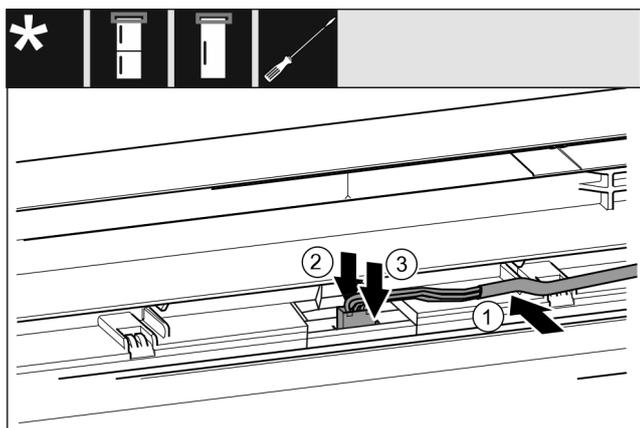

Fig. 44
- ▶ Introduzca el cable gris en la guía ubicada en la puerta superior. Fig. 44 (1)
- ▶ Empuje el gancho de retención hacia atrás. Fig. 44 (2)
- ▶ Encaje el conector. Fig. 44 (3)